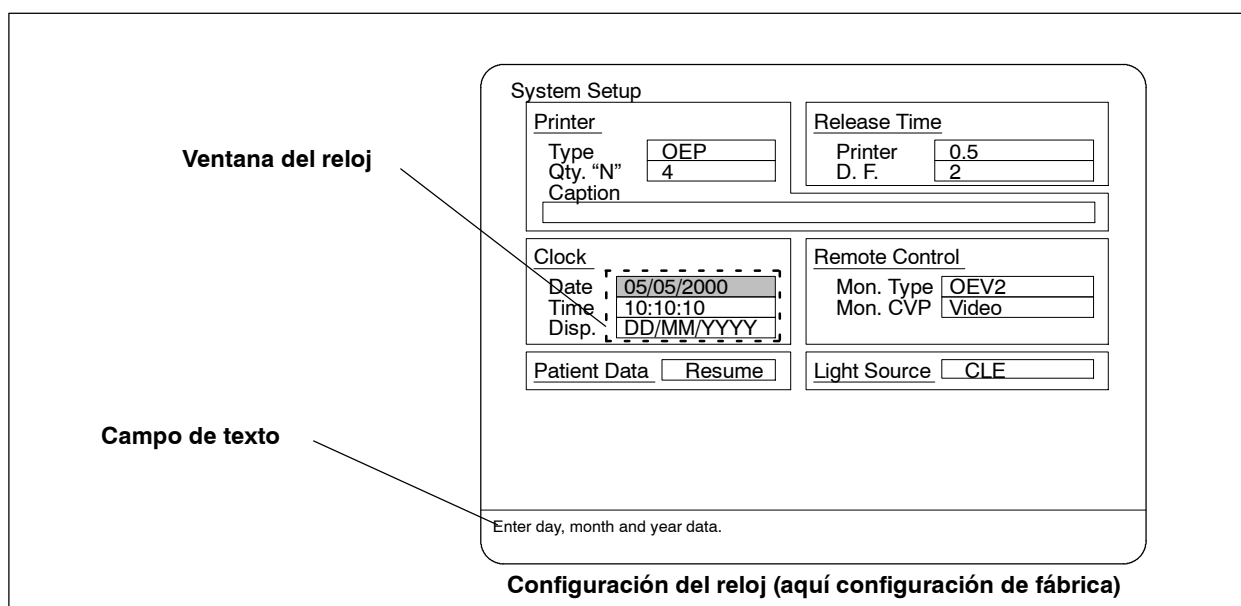

Figura 6.7
En la ventana "Clock" aparecerá la configuración actual del reloj (valores de fábrica o ya modificados). Si desea cambiar alguno de los valores pulse la tecla "↑" ó "↓" para marcar la línea correspondiente en la ventana del reloj (ver figura 6.7).
- La figura 6.7 muestra la configuración de fábrica.